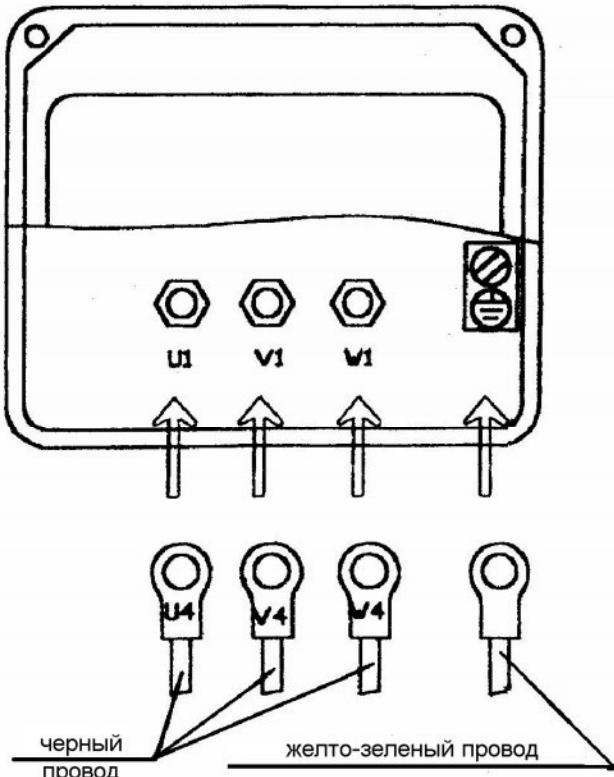

Рис. 2.5
2.3.6.1. Установите двигатель подъёма консоли и закрепите болтами. Откройте распределительную коробку двигателя и подсоедините провод в соответствии с его обозначением (см. рис. 2.5). Затем закройте распределительную коробку и завинтите винт на ней.
2.4.7.2. Подключение двигателя системы гидравлики (смотрите рисунок 2.5): установите двигатель в соответствии со схемой установки и затяните болт, откройте распределительную коробку, подсоедините провода в соответствии с их номерами и затяните их.
2.4.7.3. Установка главного двигателя (смотрите рисунок 2.5). Правильно установите двигатель и затяните болты, откройте распределительную коробку, подсоедините провода в соответствии с их номерами и закрепите их.
2.4.7.4. Установка двигателя насоса СОЖ (рисунок 2.5): после установки двигателя и фиксации болтов откройте распределительную коробку, подсоедините провода в соответствии с их номером, закройте крышку и затяните ее.